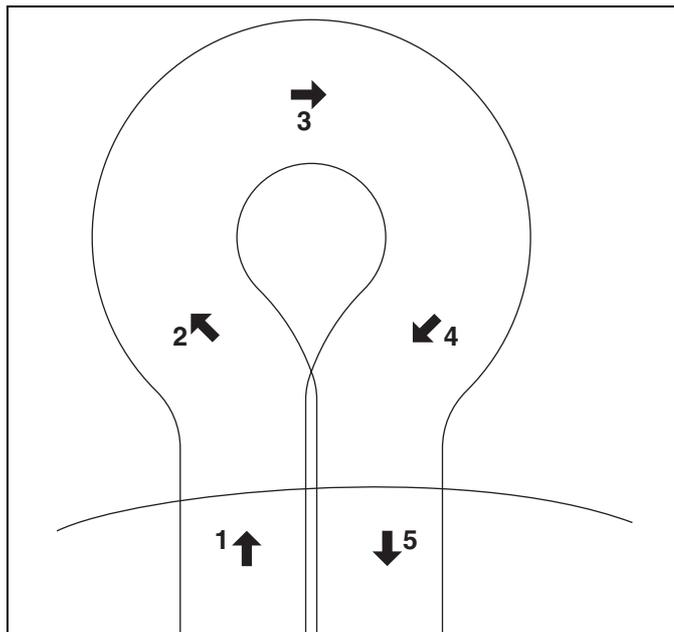

Figura 6E
- a. Regolare la velocità del motore (B) in modo da fornire una velocità di avanzamento sicura ed agevole.
- b. Premere verso il basso la manopola della macchina per sollevarne la parte anteriore al di sopra dell'erba, quindi inserire la leva CPO (C).
- e. Per girare a destra, iniziate girando il tosaerba leggermente verso sinistra (2). Quando il tosaerba si sarà spostato verso sinistra di uno spazio pari a metà della sua larghezza, giratelo rapidamente verso destra (3 e 4), guidandolo con la mano destra. Con questo metodo è possibile fare dietrofront velocemente, con pochissimi passi. [Figura 6E]